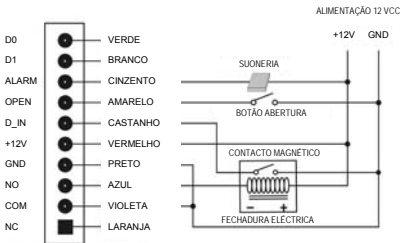

Figura 6
1. Desligue o conector do cabo e efectue as ligações necessárias (veja Figura 6)